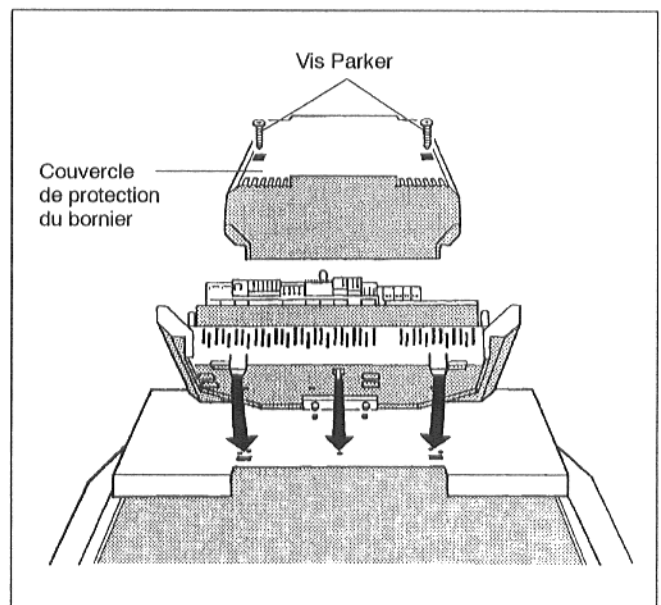

Fig. 17
- Enlever les deux vis du couvercle de protection du bornier de l'appareil de régulation. Retirer le couvercle de protection du bornier (Fig. 17).
- Poser l'appareil de régulation de manière à introduire les crochets d'insertion avant dans les trous ovales. Tirer l'appareil de régulation vers l'avant puis le basculer vers l'arrière, jusqu'à ce que les crochets élastiques s'enclenchent à droite et à gauche (flèches - Fig. 17).
- Remettre le couvercle de protection du bornier en place et le visser à l'aide de 2 vis Parker (Fig. 17).